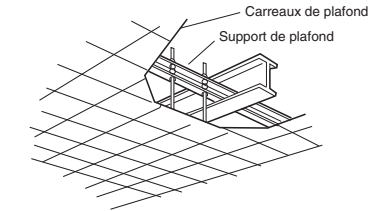

Fig. 3-18
- Utiliser les supports de plafond existants ou construire un support approprié de la manière indiquée en Fig. 3-18.